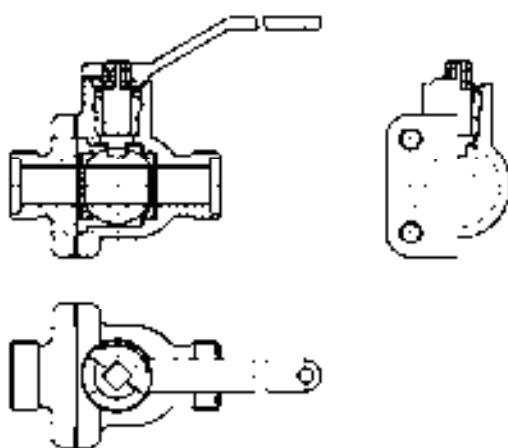

图 9-28 填充后的图形
2) 填充剖面线。单击“绘图”工具栏中的“图案填充”按钮 $\square$ ，打开“图案填充创建”选项卡，设置剖面线样式图案为“ANSI31”，图案填充比例为“1”，将视图中需要填充的位置进行填充，结果如图 9-28 所示。